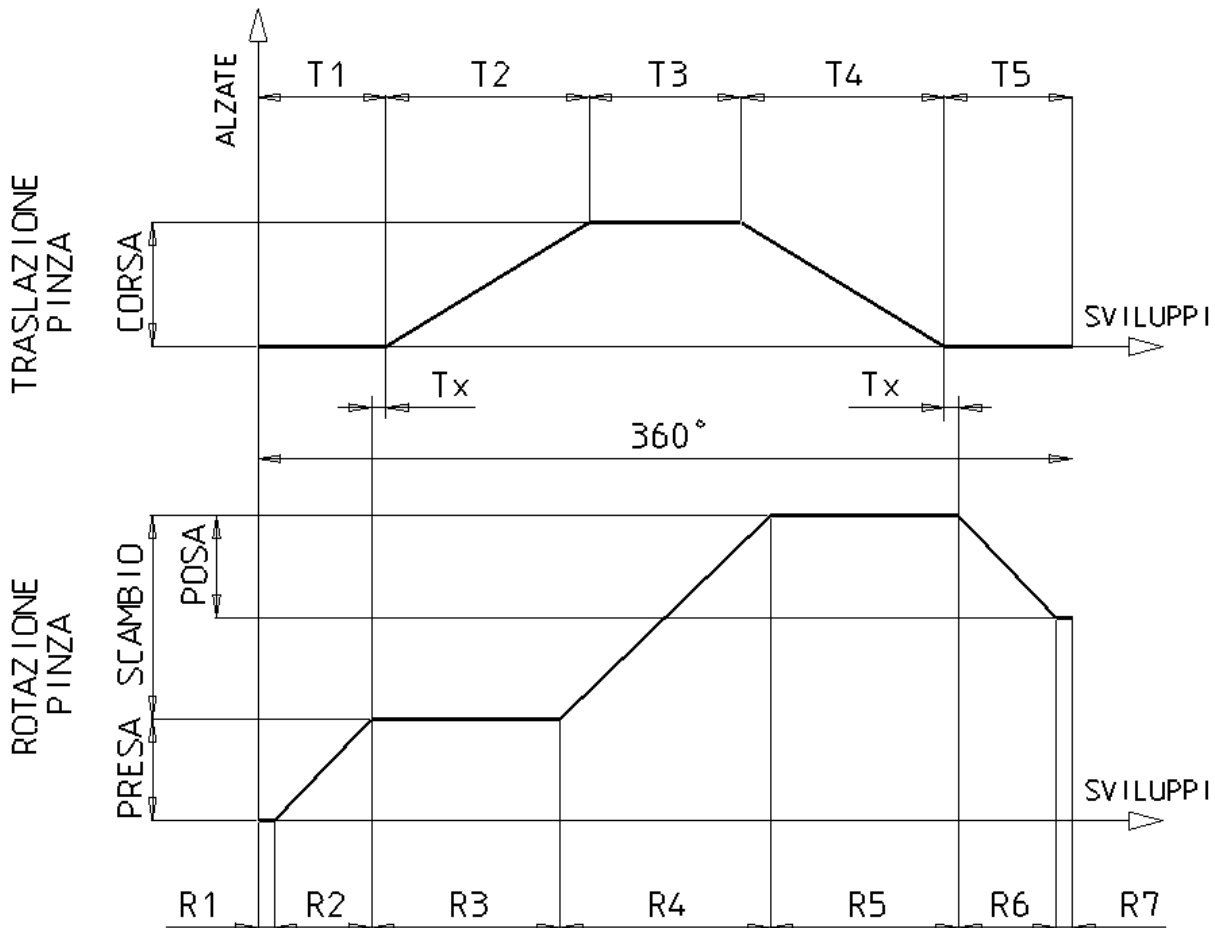

Fig. 3 - Sequenze del ciclo di Cambio utensile.
N.B.: Il tempo di scambio è influenzato anche dal tempo di blocco/sblocco utensili nel mandrino, che deve avvenire nel tempo "Tx" previsto dal ciclogramma di movimento (par. 5 – Fig. 3). Per questo motivo i tempi in Fig. 9 sono da considerare indicativi e possono ridursi anche di molto quando venga studiato e realizzato un VTC ottimizzato per le caratteristiche di una specifica M.U.